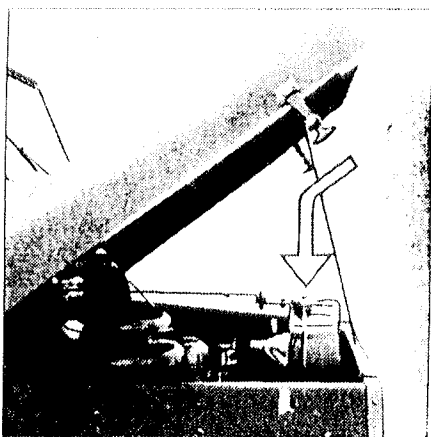

Abb. 44
18. Der Wasserstand im **Kühler** ist täglich zu kontrollieren und evtl. zu ergänzen (Abb. 44).